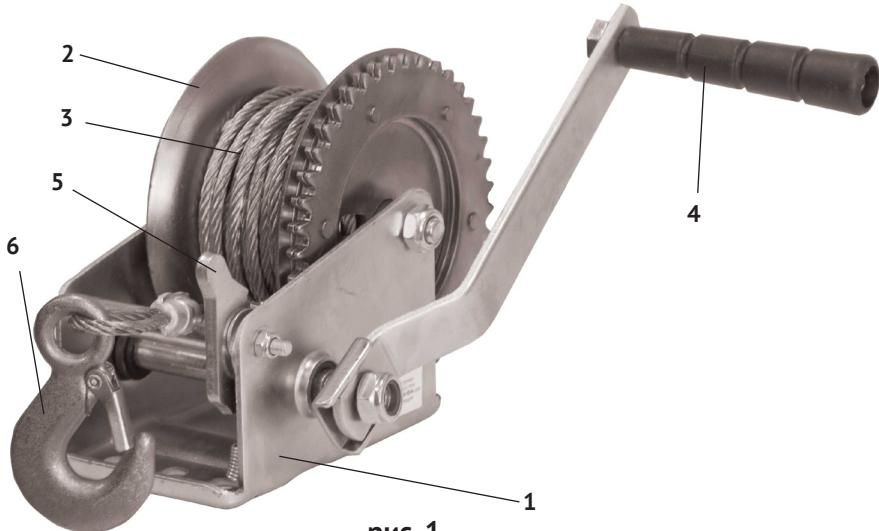

рис. 1
4.1 Общий вид лебёдки представлен на рис.1
- барабан с ведомой шестернёй (рис.1 поз.2) с намотанным гибким тросом (рис.1 поз.3) и крюком (рис.1 поз.6);
- рукоятка (рис.1 поз.4) с ведущей шестернёй;
- механизм грузоподъёмного тормоза (трещотка рис.1 поз.5)
- механизм грузоупорного тормоза (трещотка рис.1 поз.5)